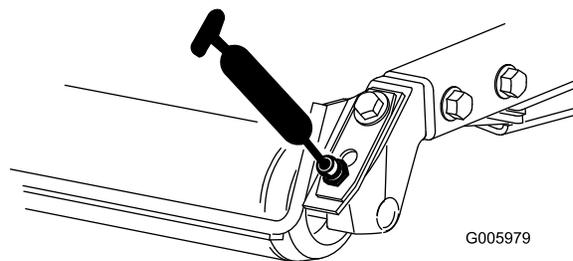

Рисунок 80
- Подшипники заднего валика (по 2 шт. на каждом режущем блоке), как показано на Рисунок 80